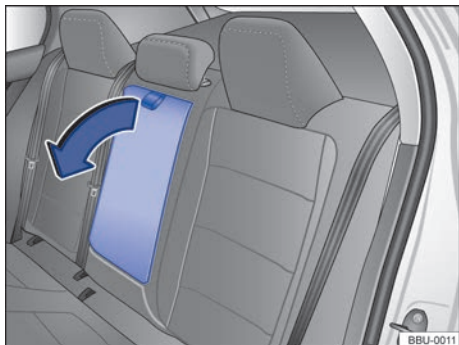

Fig. 79 Reposabrazos central trasero abatible.
- Para *bajar* el reposabrazos, tire del lazo en el sentido de la flecha → fig. 79.
- Para *levantar* el reposabrazos, presiónelo hacia arriba en el sentido contrario al de la flecha → fig. 79 y encájelo en el respaldo del asiento hasta el tope.